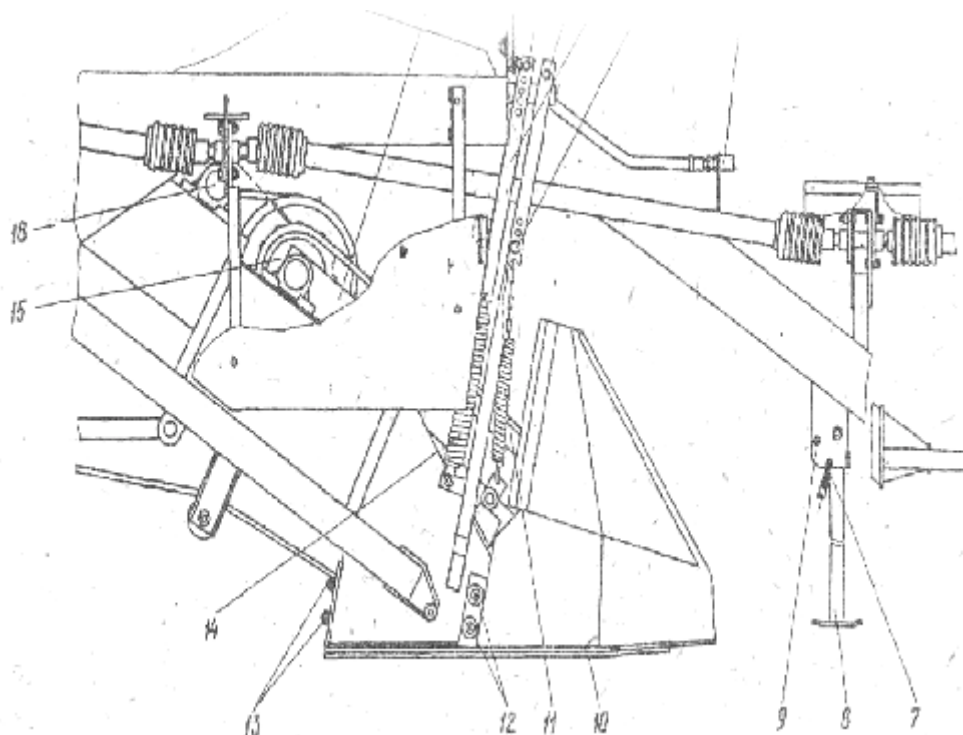

Рисунок 9.2. Передняя часть погрузчика.
1.6. Соедините гидросистему погрузчика с гидросистемой трактора с помощью рукава высокого давления, (из ЗИП трактора) через гидравлическую полумуфту 6 (см.рис.9.2.).
3) отрегулировать натяжение пружин 11, 14 (см. рис. 9.2.) вывешивания переднего транспортера и блока подбирающих транспортеров;
2.6. Для Предотвращения схода переднего транспортера 1 (см.рис.9.2.) необходимо своевременно очищать полости приводных коле 15 от земли и растительных остатков.